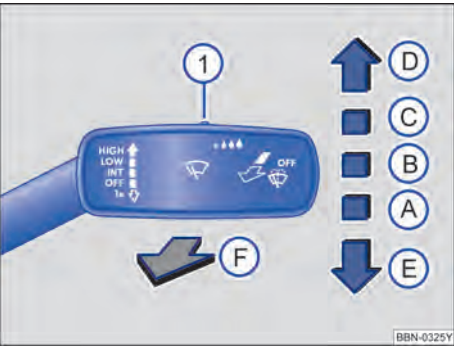

图 71 操作车窗玻璃刮水器
- 1** 使用开关→ 图 71 **1** 调节雨量传感器的灵敏度。